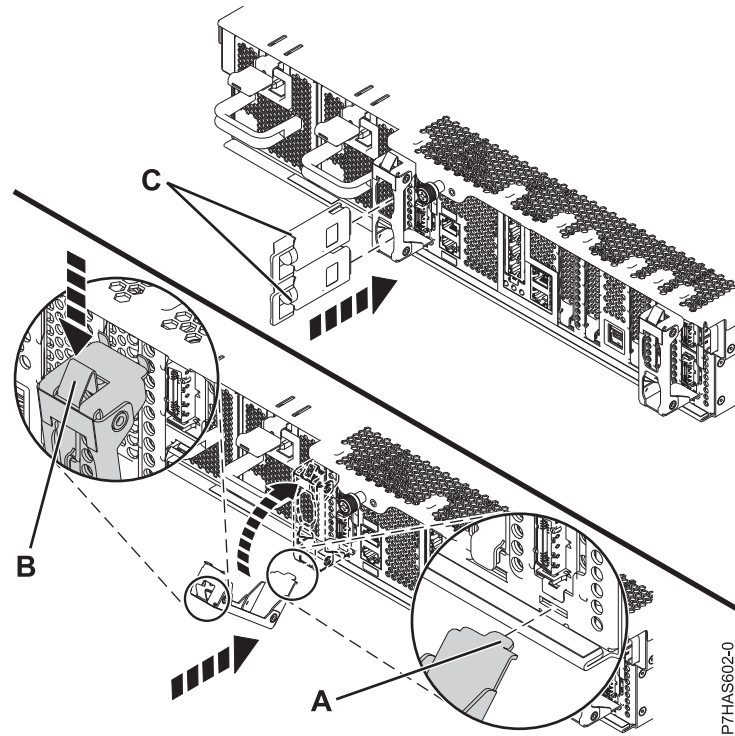

図 3. ケーブル保持ブラケットの取り付け
17. ケーブル保持ブラケット (A) を 5 ページの図3 に示されているように斜めにして、ブラケット下部にあるタブをアセンブリーのスロットにはめ込みます。